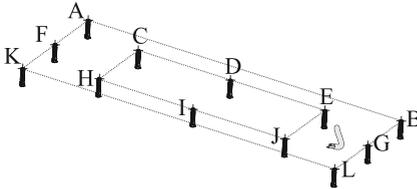

Fig. 19
4. ➔ Rimuovere lo schema di installazione dalla superficie. Martellare i tasselli da Ø10 mm nei fori praticati (Fig. 19).